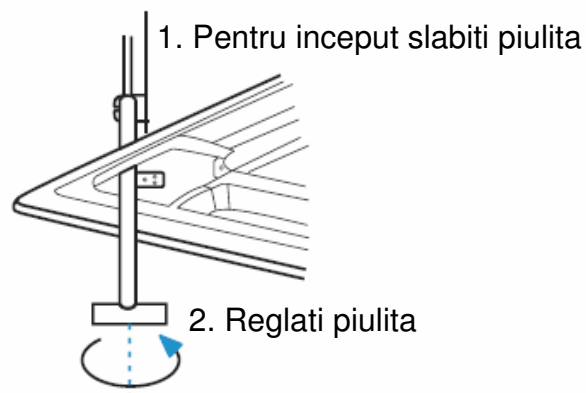

Figura 3.19
- Daca nu afecteaza ridicarea si coborarea unitatii de interior si tevile de evacuare a apei, puteti utiliza deschizaturile din cele patru colturi ale panoului pentru a regla inaltimea unitatii de interior. A se vedea Figura 3.19.